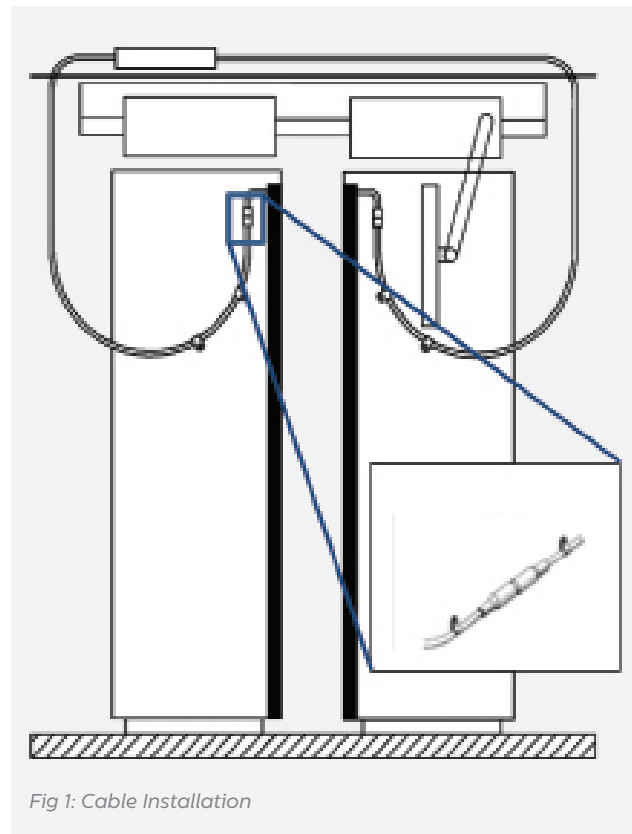

Fig 1: Cable Installation
4. Verbinden Sie die Stecker von Sender (TX) und Empfänger (RX) mit den richtigen Steckplätzen am Steuergerät.
5. Nach Fertigstellung des Einbaus bitte die Türen vorsichtig per Hand öffnen und schließen um die Kabelführung zu überprüfen. Die Kabel dürfen nicht hängenbleiben und nicht gespannt sein, damit es zu keiner Unterbrechung oder Störung während des Betriebes kommt. Siehe Abb. 1.